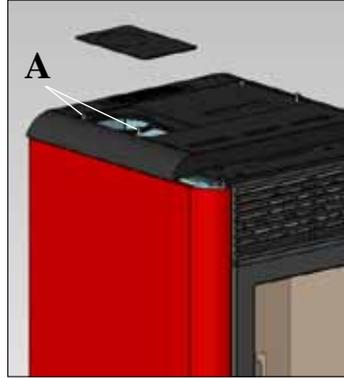

fig. 2
- Allentare (per circa 15 mm) le due viti poste sul top in ghisa sotto il coperchio in lamiera (A - fig. 2).